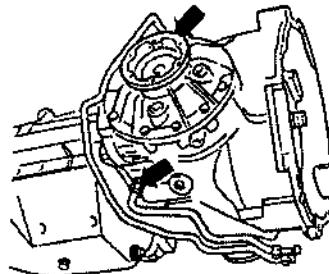

图4.21 自动变速器油冷却管
- ② 断开自动变速器油冷却管，如图4.21中箭头所示。
- ③ 检查两个定位套是否安装在发动机缸体上。
- ④ 拆下拉锁导向架，拆下装配螺纹套筒。
- ⑤ 安装液力变矩器，把变矩器轮毂推入油封第一止端。轻轻装上变矩器并转动，使变矩器轮毂槽与油泵齿轮驱动器相配，同时使变矩器滑进为止。液力变矩器安装要到位并要牢固拧紧，否则自由轮支架将接触不到挡块。
- ⑥ 拆下液力变矩器传动护板，按与拆卸时相反的顺序安装变速器，在无应力状态下安装发动机与变速器支架和排气系统。
- ⑦ 用变速器千斤顶和变速器支架支承变速器，并用调整螺栓定位。
- ⑧ 保证驱动轴总成和多功能开关间的间隙，更换变速器法兰盘与传动轴之间的密封垫（拆下防护片和固定等速万向节），更换自锁螺母。